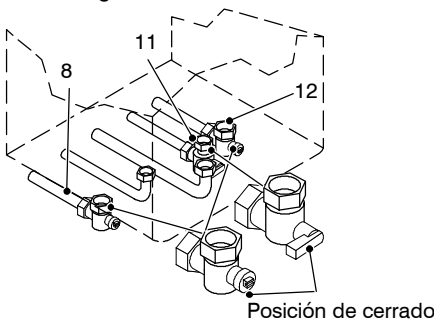

fig. 9.3
- 1 Cerrar el grifo de entrada del agua sanitaria 11 en la fig. 9.3
- 1 Cerrar los grifos de alimentación y retorno 8 y 12 en la fig. 9.3 de la instalación de calefacción.